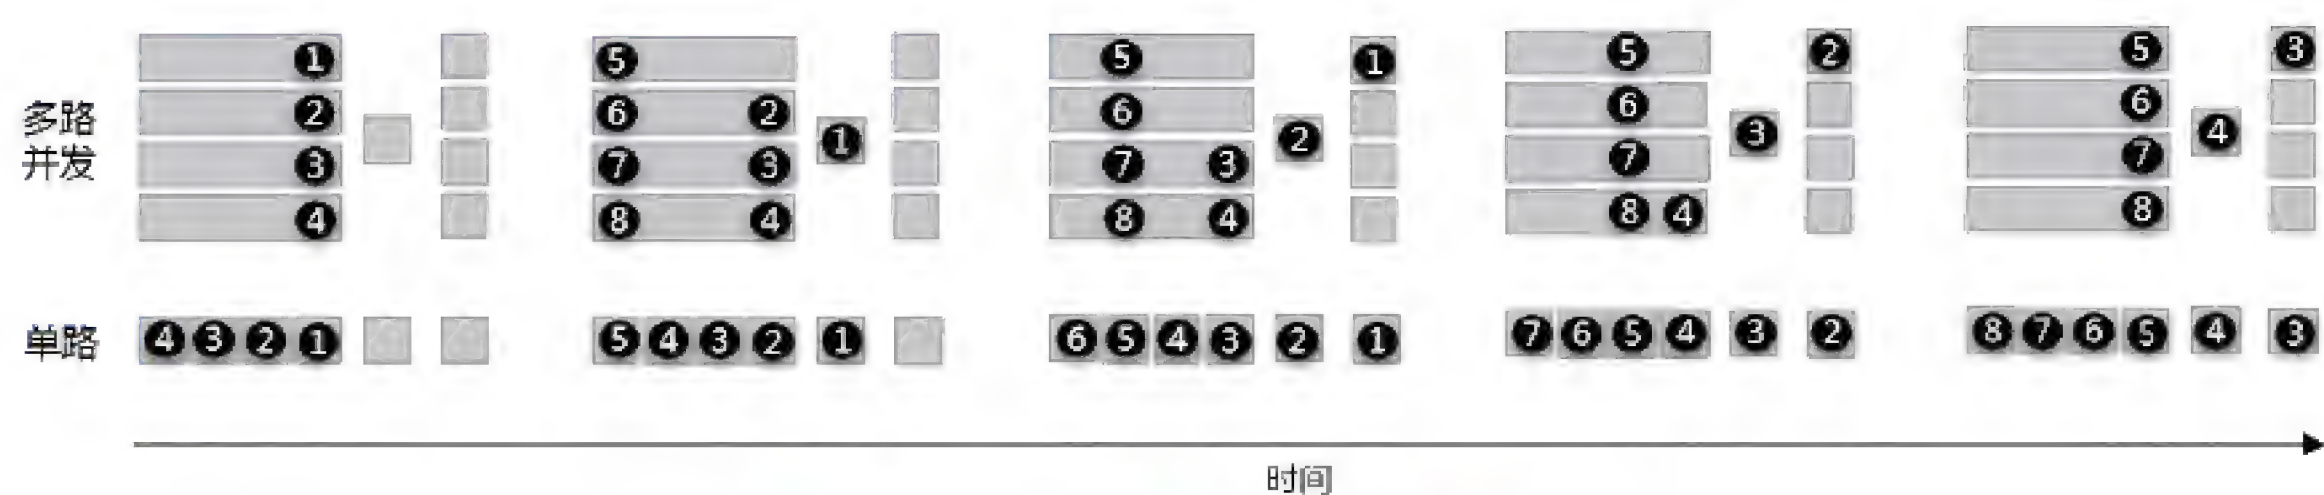

图4-11 并发度最低的成为瓶颈点
**问一下：**如果在下游非并发步骤之后再增加一个并发步骤，会不会有什么收益？根据图4-11，很显然，没有任何收益。